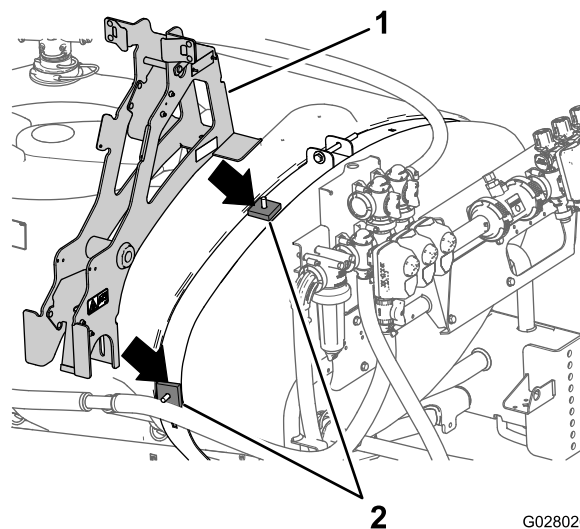

Рисунок 3
6. Установите основную опорную раму на квадратные разделители и каретные болты, как показано на Рисунок 3.
5. Установите два квадратных разделителя на ранее установленные каретные болты (Рисунок 3).